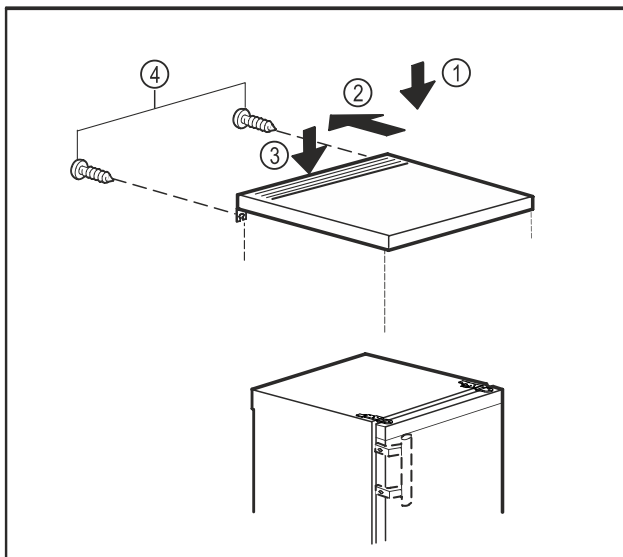

Fig. 19
- ▶ Helyezze az asztallapot a készülékre. Fig. 19 (1)
- ▶ Tolja hátra az asztallapot. Fig. 19 (2)
- ▶ Nyomja le az asztallap hátsó részét. Fig. 19 (3)
- ▶ Csavarozza a helyükre a csavarokat a hátoldalon. Fig. 19 (4)